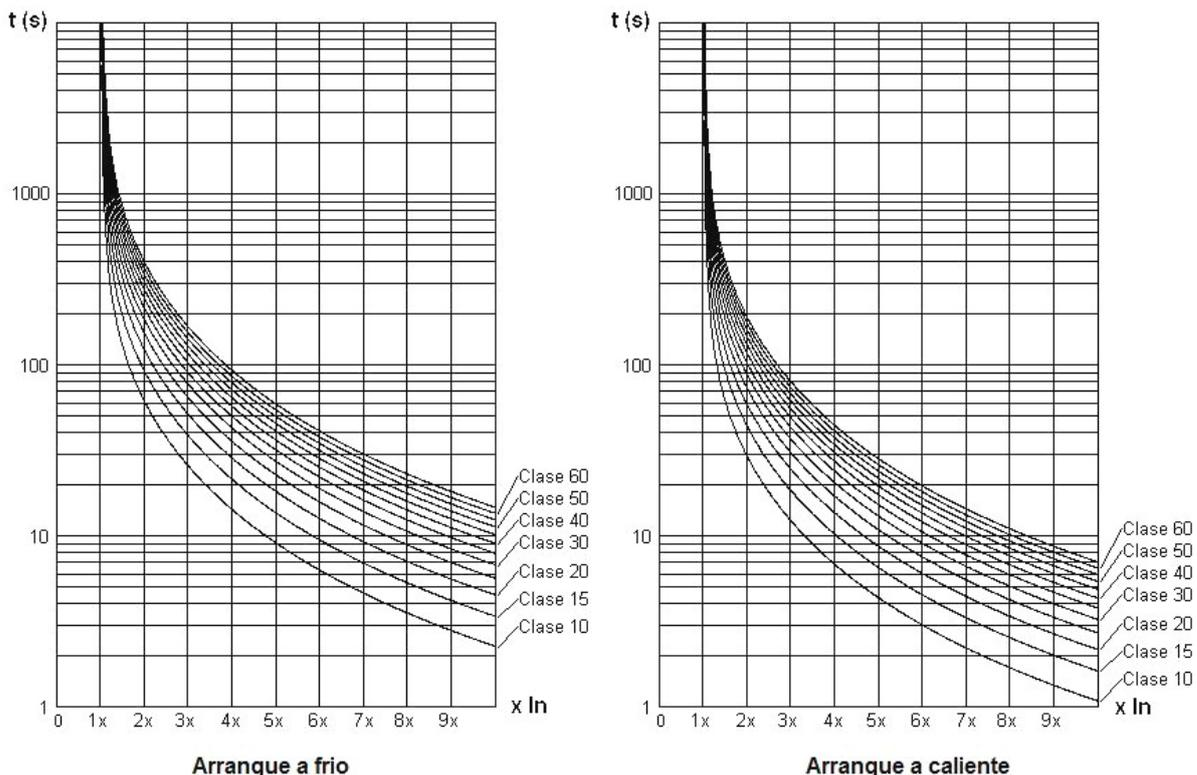

Figura 15.6: Clases Térmicas de Protección del Motor Padrón.
- Las curvas de arranques, o curvas de clase térmica, son basadas en el tiempo de rotor bloqueado que el motor soporta con determinada corriente (Figura 15.6). Estas curvas simulan el calentamiento del motor para situaciones de sobrecarga, o sea, con corrientes arriba de su corriente nominal y son normalmente basadas en la normativa IEC 60947-4-2.
La Figura 15.6 presenta los tiempos de actuación de la Clase térmica conforme la normativa IEC 60947-4-2.
¡NOTA! Los tiempos de las Clases Térmicas para arrancar a caliente presentados en la Figura 15.6 solamente son válidos para: P0840 = 3 = Clase F 155 °C, P0841 = 40 °C y P0842 = 60 °C.
Los valores padrones de los parámetros, P0840 = 3 = Clase F = 155 °C, P0841 = 40 °C y P0842 = 60 °C definen los tiempos de actuación de la Clase térmica conforme la normativa IEC 60947-4-2, presentados en la Figura 15.6. Estos tiempos son basados en características típicas de motores padrones de mercado, así, no son adecuados para posibilitar el arranque de motores especiales que poseen clases de aislamiento superiores con elevados tiempos de arranque con corrientes altas y diversos tipos de enfriamiento.